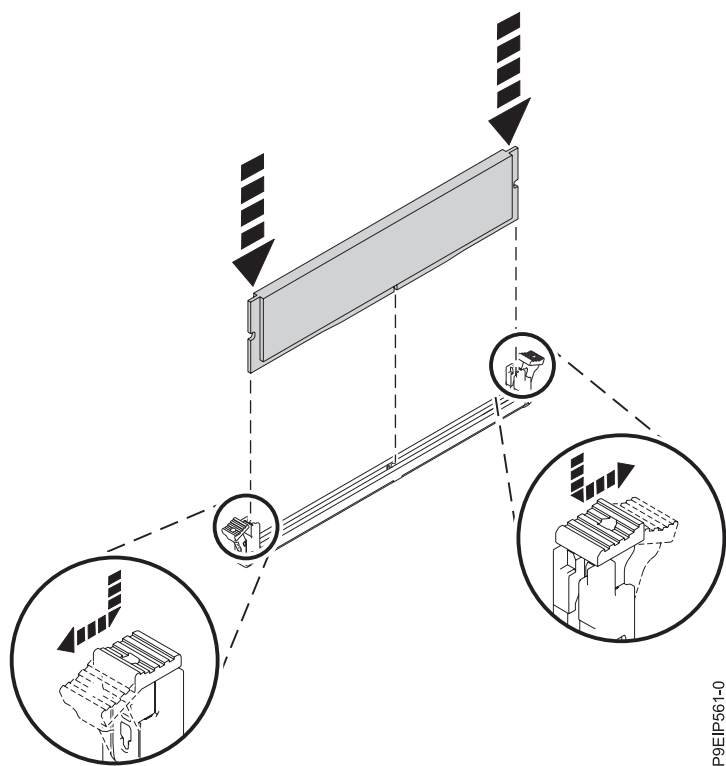

Figure 23. Insertion de la barrette mémoire DIMM
- b. Appuyez fermement sur chaque côté de la barrette mémoire DIMM comme illustré dans la figure 23, à la page 27 jusqu'à ce que vous entendiez un petit clic confirmant que la languette de verrouillage est bien enclenchée.